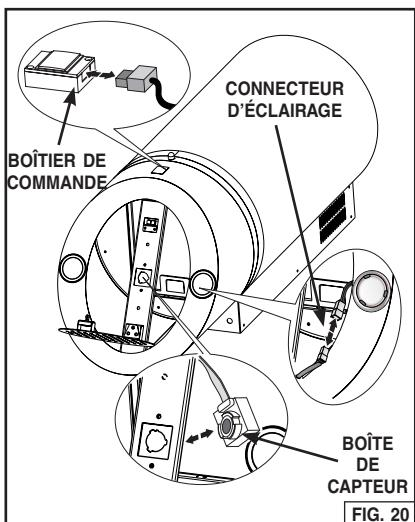

FIG. 20
- a. Raccordez le connecteur de la boîte de commande. Fig. 20.
- b. Raccordez le connecteur d'éclairage. Fig. 20.
- c. Montez la boîte du capteur. Fig. 20.